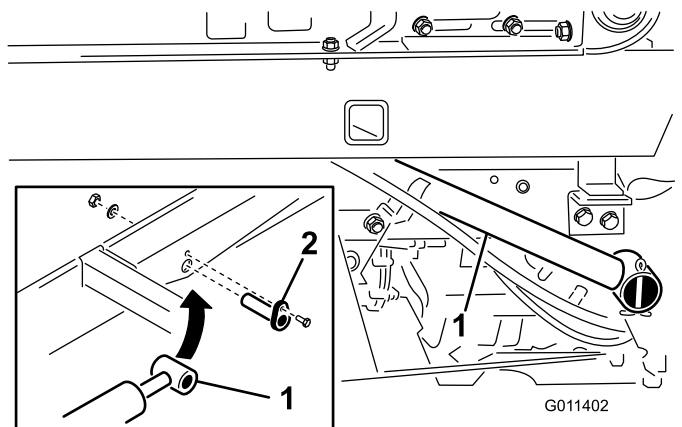

Figura 11
1. Sujete el extremo del émbolo de cada cilindro de elevación a la base de la recebadora con un pasador de cilindro (Figura 11).
2. Fije cada pasador de cilindro a la base de la recebadora con un tornillo de caperuza (1/4" x 3/4"), una arandela plana y una tuerca (Figura 11).